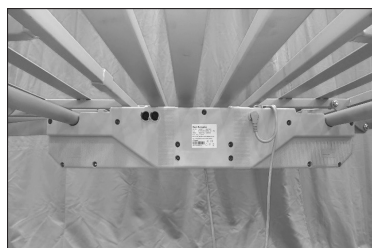

Fig. 11
2. Introduzca las lengüetas de las barras en el alojamiento del motor hasta que encajen ambas (Fig. 11)